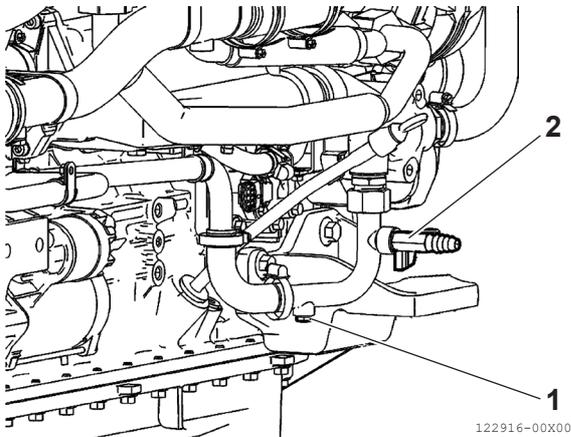

Abbildung 10
3. Schrauben Sie den Stutzen (**Abbildung 10, [1]**) ab oder trennen Sie das Kabinenheizungsrohr (**Abbildung 10, [2]**). Ziehen Sie bei der Montage den Stutzen auf das vorgeschriebene Drehmoment fest.